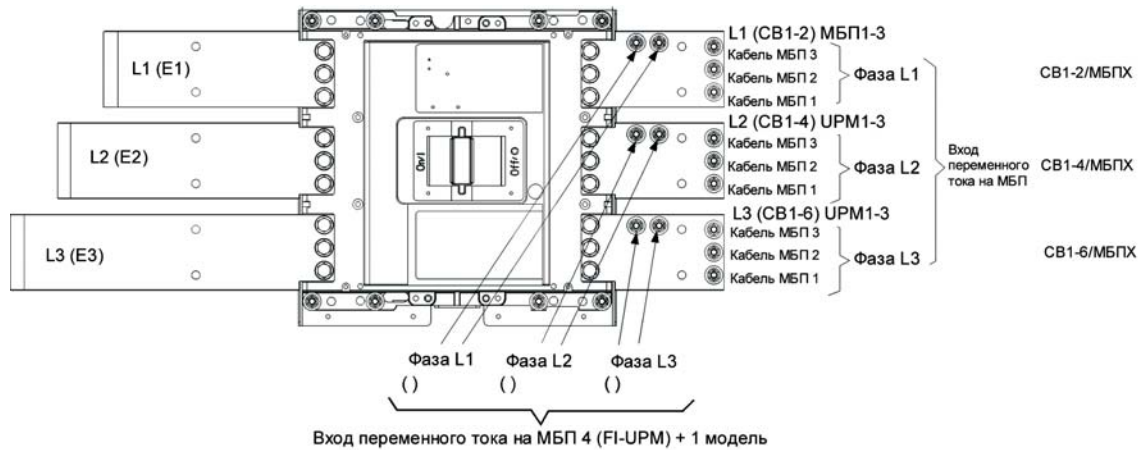
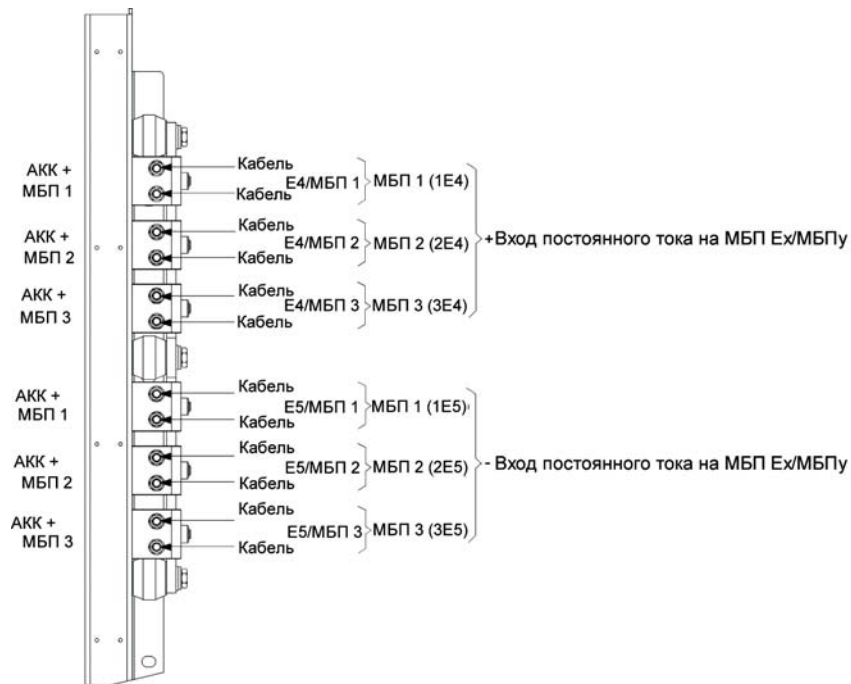
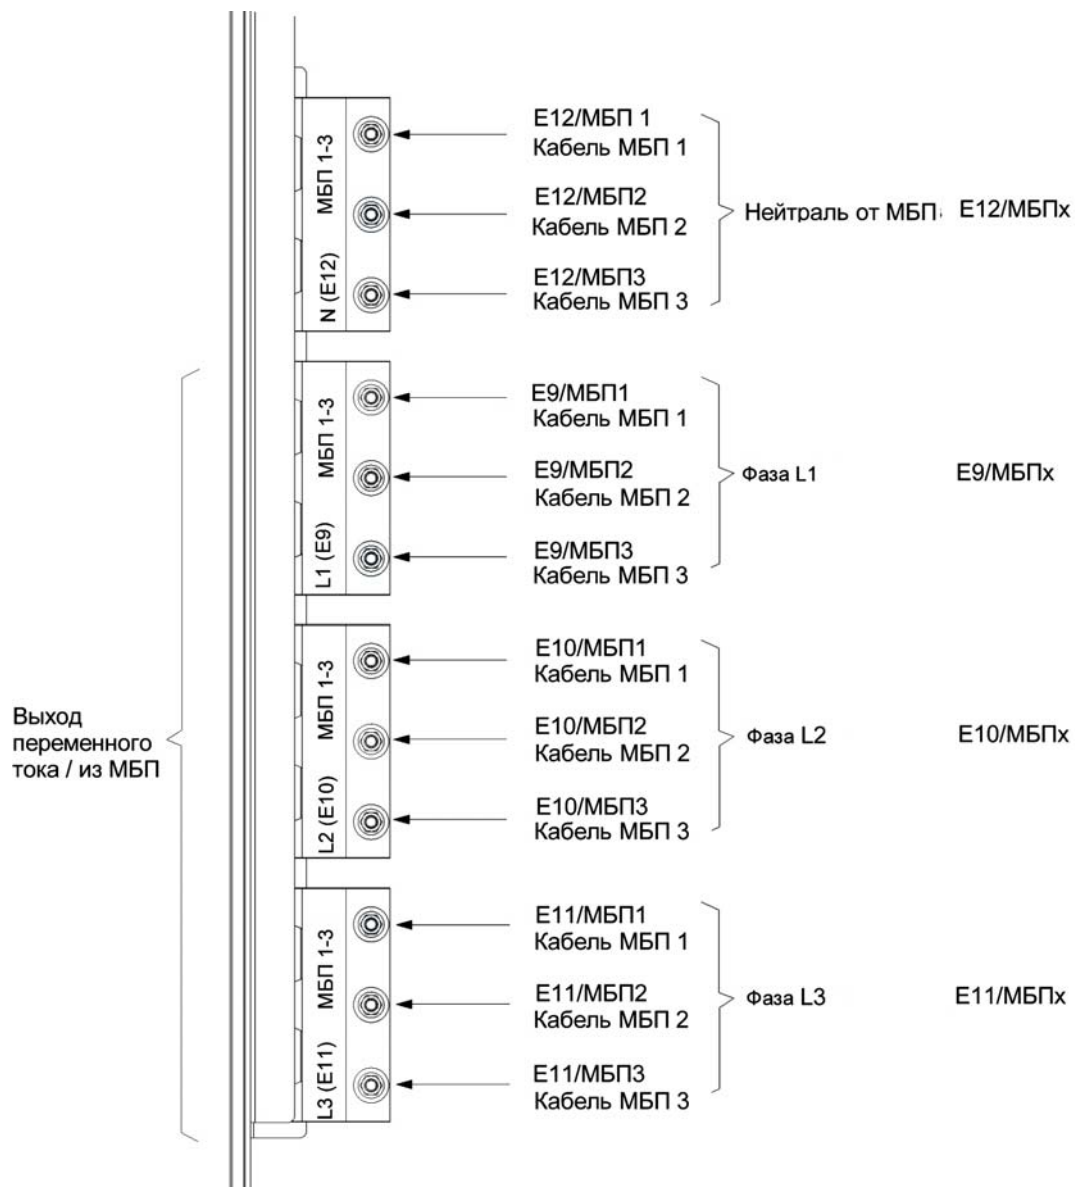

Рис. 4-8. Узел входной клеммы питания секции ISBM ИБП
Рис. 4-9. Узел аккумуляторной входной клеммы питания секции ISBM ИБП
Рис. 4-10. Узел соединительной клеммы питания секции ISBM ИБП
7. Используя крепежный комплект для подключения межстоечной проводки, подключите кабельные наконечники фаз L1, L2 и L3 к клеммам входного переменного тока UPM. Для подключения кабельных наконечников к соответствующим клеммам следуйте инструкциям на Рис. 4-8 на стр. 45.
- Используя крепежный комплект для подключения межстоечной проводки, подключите положительные и отрицательные кабельные наконечники к клеммам входного постоянного тока UPM. Для подключения кабельных наконечников к соответствующим клеммам следуйте инструкциям на Рис. 4-9 на стр. 45.
- Используя крепежный комплект для подключения межстоечной проводки, подключите кабельные наконечники фаз L1, L2 и L3 и нейтрали к клеммам выходного переменного тока UPM. Для подключения кабельных наконечников к соответствующим клеммам следуйте инструкциям на Рис. 4-10. См. Разд. 3.2.2 на стр. 24 для получения информации о требованиях к проводке и подключению.
- При использовании моделей 675-825 кВА установите оставшееся оборудование (три шайбы, конические шайбы и гайки) на клеммы входа переменного тока UPM, предназначенные для систем с полевым UPM, и закрепите оборудование (см. Рис. 4-8). Это оборудование предназначено для использования в случае установки полевого UPM (FI-UPM), и позволяет модернизировать ИБП до уровня системы с полевым UPM.
Подробные сведения о клеммах питания, показанных на рисунке сверху, см. на Рис. 4-8, Рис. 4-9 и Рис. 4-10.